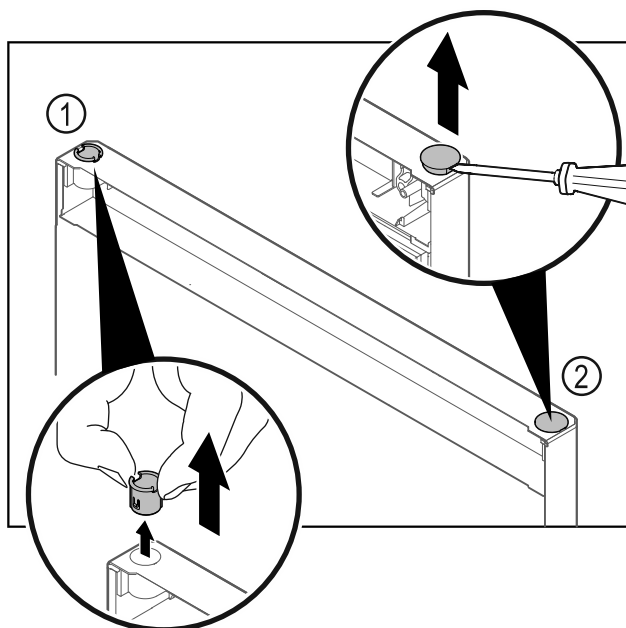

Fig. 17 Dvířka chladničky
- Pouzdro závěsu Fig. 17 (1) vytáhněte prsty.
- Krycí zátku Fig. 17 (2) opatrně nadzvedněte plochým šroubovákem a vytáhněte.